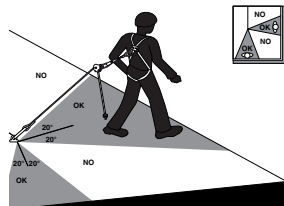

Fig 4
14. Les Stopfor™ K, KS, KM, KSM, B, BS, BM, BSM doivent être utilisés sur un support d'assurage vertical ou faisant avec la verticale un angle maximum de 30°. Ils peuvent être utilisés en position horizontale pour travailler en terrasse avec un angle maximum de 20° par rapport à l'arête de la toiture terrasse (voir figure 4 page 2).